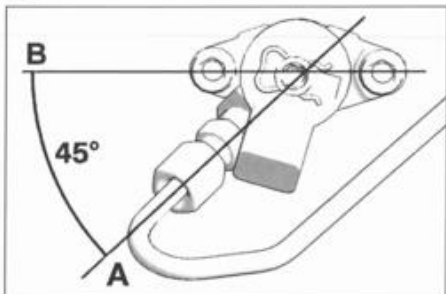

FIG. 37
- respetar la inclinación de 45° entre (A) y (B) (fig. 37).